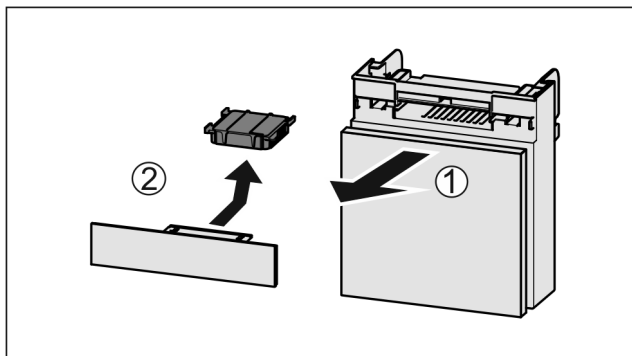

Fig. 122
- Trekk ut Fig. 122 (1) hyllen fremover.
- Ta ut Fig. 122 (2) aktivkullfilteret.